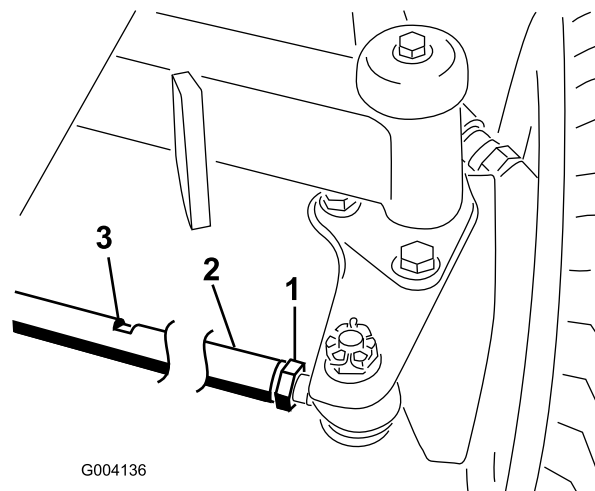

Figura 65
2. Desaperte a porca de bloqueio em cada extremidade da barra de direção (Figura 65).